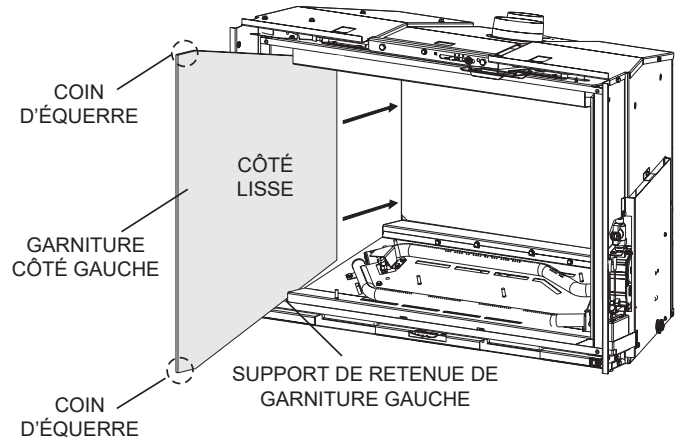

Figure 12
12. Orienter le panneau vitré gauche avec ses coins d'équerre vers l'avant comme montré à la **Figure 12**. Glisser le panneau contre la paroi gauche de l'âtre (surface lisse vers l'intérieur). Le panneau devra passer outre le support de retenue latéral et être ensuite abaissé et rappelé derrière le support. **Voir Figure 12.**